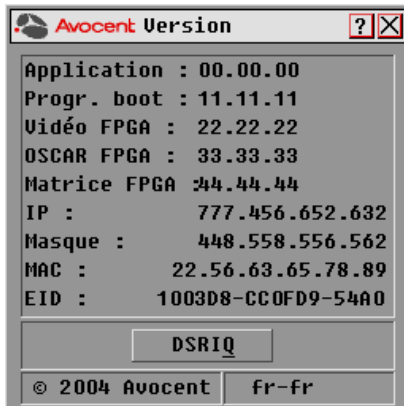

Figure 3.19 : Boîte de dialogue Version de l'interface OSCAR
2. Cliquez sur *Commandes - Affichage versions* pour ouvrir la boîte de dialogue Version, comme indiqué à la Figure 3.19. La moitié supérieure de la boîte de dialogue donne les versions des sous-systèmes du commutateur DSR.
- Cliquez sur *Commandes - Affichage versions* pour ouvrir la boîte de dialogue Version, comme indiqué à la Figure 3.19.